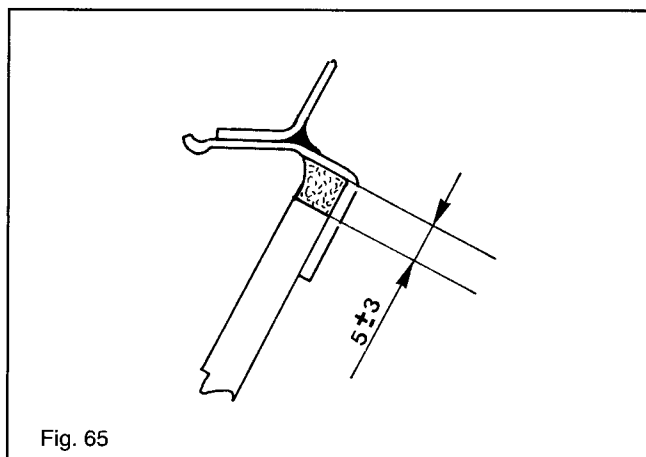
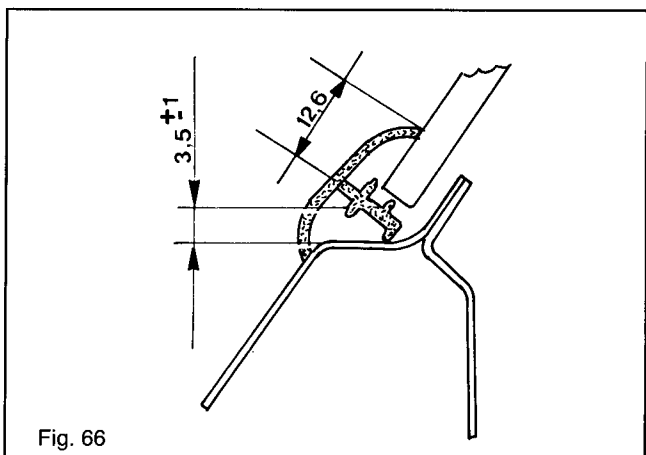

Fig. 65
Fig. 66
- Sgrassare il bordo del nuovo cristallo con **alcool etilico**, posizionarlo mediante l'attrezzo 19.1.20113 come rappresentato in fig. 64 ed effettuare il centraggio rispetto al bordo, superiore e inferiore, della cornice di alloggiamento cristallo rispettando le quote come indicato nei dettagli di fig. 65 (lato inferiore) e fig. 66 (lato superiore). Controllare inoltre che la distanza del cristallo dal bordo della cornice di alloggiamento sia la stessa sui due lati.
- Completata l'applicazione del sigillante adesivo procedere al montaggio, sui lati della cornice, dei tre listelli di rifinitura (bordini) secondo il posizionamento illustrato nei dettagli di fig. 65 (lato inferiore) fig. 66 (lato superiore) e dei due angolari ved. fig. 67 fino a farli aderire al cristallo e al bordo della cornice.
Avvertenza - Il montaggio dei 3 listelli deve essere effettuato con il bordo più alto rivolto verso il cristallo come rappresentato in fig. 65 e 66.